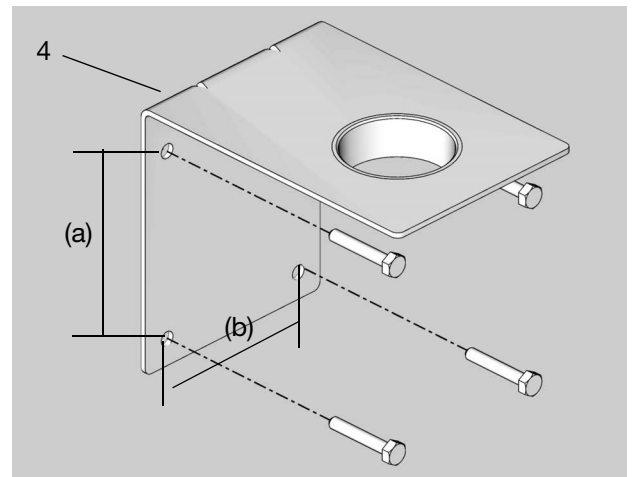

FIG. 5
1. Use el soporte de pared (4) como una plantilla y marque y taladre los agujeros en la pared (FIG. 5).
2. Con 4 tornillos (suministrados por el usuario), que sea suficientemente largos para sostener con seguridad el soporte de pared con la bomba, instale el soporte (4) en la pared (FIG. 5).